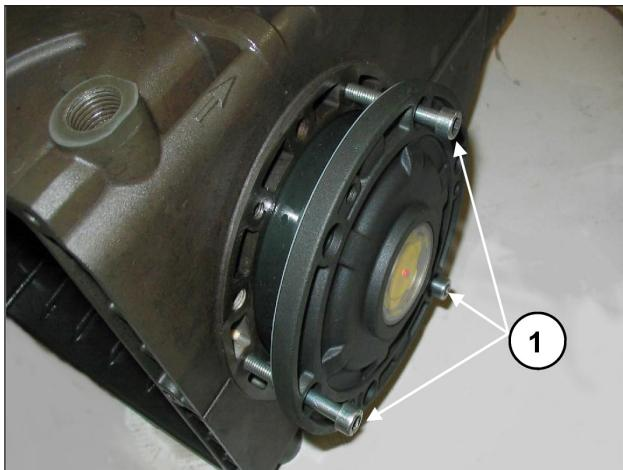
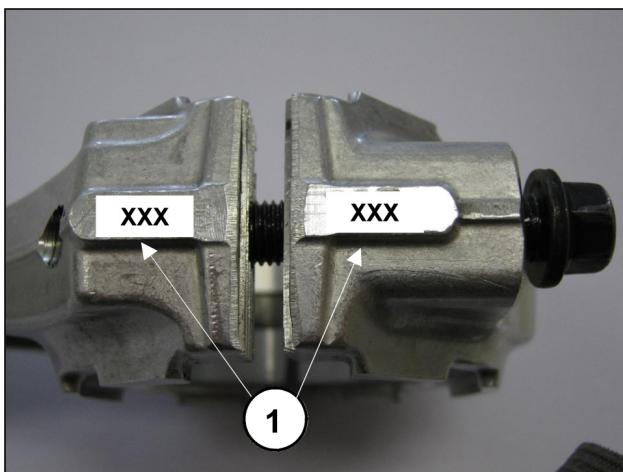

Рис. 8
Рис. 9
Для упрощения ввода первого участка и установки крышек на картер рекомендуется использовать 3 винта M6 x 40 с неполной резьбой (Рис. 8, поз. ①), завершая операцию с помощью винтов, входящих в комплектацию (M6x18).
- Соедините головки шатуна с соответствующими стержнями, руководствуясь номерами (Рис. 9, поз. ①).
Для приближения двух боковых крышек к картеру можно использовать 3 винта M6x40 для первой фазы ориентации, как показано на Рис. 8, и винты, предусмотренные для окончательного закрепления.
После снятия боковых крышек, как указано в п. 2.1.1, снимите внешнее кольцо подшипников из соответствующих крышек и внутреннее кольцо вместе с оставшейся частью подшипника с обоих концов вала с помощью обычной выколотки или подобного инструмента, как показано на Рис. 8 и Рис. 9.